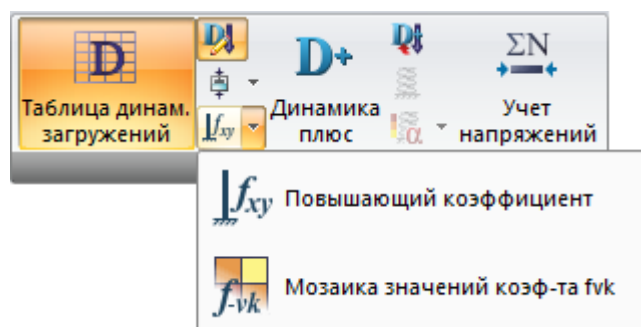

Рис. 73. Раскрывающийся список **Повышающий коэффициент** (СП РК 2.03-30-2017)
**Повышающие коэффициенты** (рис.73) – раскрывающийся список, который содержит операции по заданию повышающих коэффициентов  $f_{vk}$  для каждого элемента расчетной схемы по нормам СП РК 2.03-30-2017 (Казахстан) и графического отображения величин коэффициентов  $f_{vk}$  для элементов расчетной схемы.